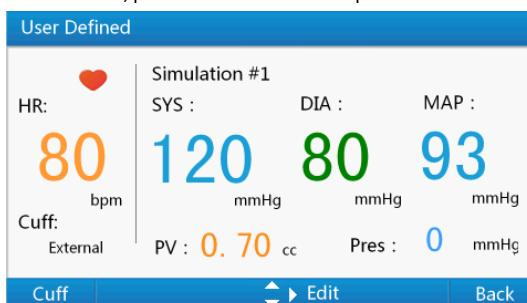

Figura 22 Interfaccia di simulazione della BP definita dall'utente
- 1) Selezionare “**User-Defined**” (Definito dall'utente) all'interno di “**BP Simulation Menu**” o utilizzare il tasto numerico “**0**” per accedere all'interfaccia di simulazione della BP definita dall'utente mostrata nella Figura 22.
All'interno di questa interfaccia, premere il tasto destro per accedere all'interfaccia di modifica mostrata nella Figura 22. Nell'interfaccia di modifica, premere il tasto sinistro o destro per selezionare il parametro da modificare, utilizzare i tasti numerici per inserire il valore del parametro; dopo aver digitato una cifra, il cursore si sposta automaticamente sulla prossima cifra da inserire. Dopo aver immesso il parametro BP, “**tasto di Invio**” per salvare. In questa interfaccia, premendo il “**tasto Indietro**” è possibile tornare all'interfaccia di simulazione della